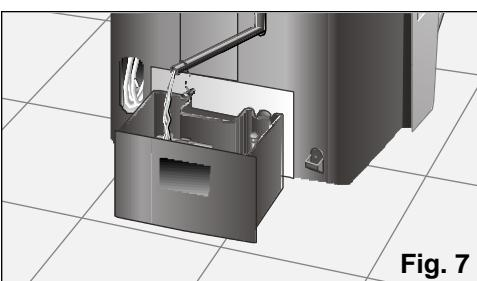

Fig. 7
- ❑ No caso de ser necessário inclinar o equipamento para facilitar o seu transporte, será preciso esvaziar a água que se encontra no depósito interno do mesmo, retirando o tubo de escoamento do seu alojamento e desmontando o tampão, Fig. 7 para evacuar a água gerada. Depois do depósito ter sido esvaziado, não se esqueça de colocar o tampão e o tubo no seu alojamento.